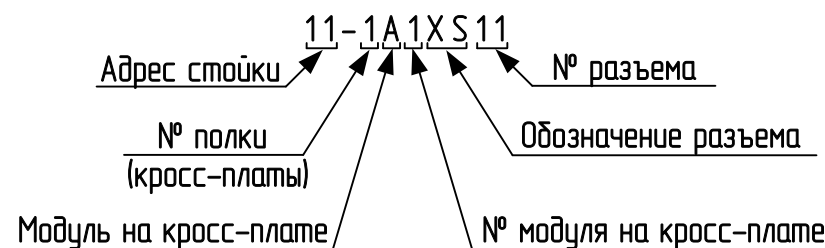

Рисунок 5.3 – Нумерация разъемов модулей кросс-плат
5.5 Нумерация разъемов модулей кросс-плат (рисунок 5.3) состоит из адреса стойки, номера полки, на которой установлена кросс-плата, места установки модуля, номера модуля на кросс-плате, обозначения разъема, номера разъёма.